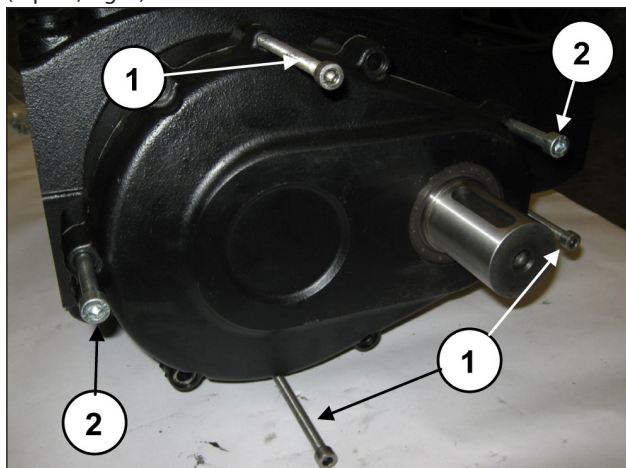

Fig. 5
Positionner 3 goujons ou vis filetés M8 (rep. ①, Fig. 5) faisant office d'extracteurs dans les trous appropriés et deux vis M10 suffisamment longues tenant lieu de support de couvercle (rep. ②, Fig. 5).